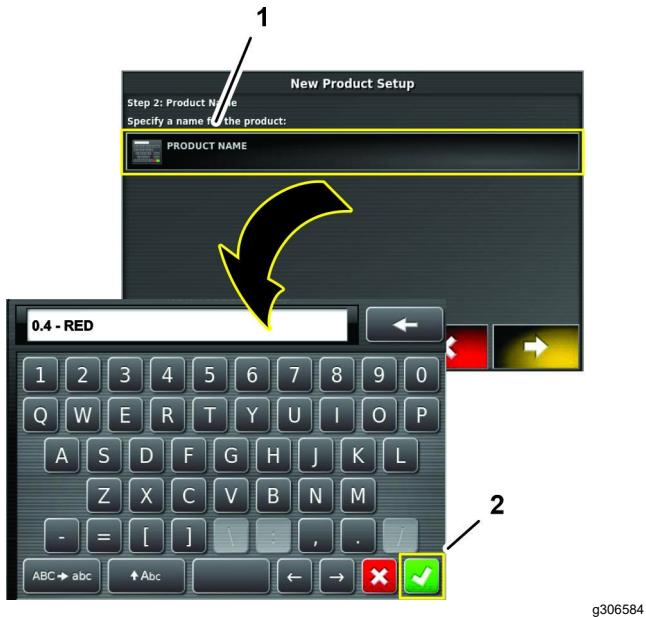

Figura 118
- Premete l'icona NOME DEL PRODOTTO, inserite il nome con la tastiera sullo schermo del display, quindi premete l'icona Conferma (Figura 118).